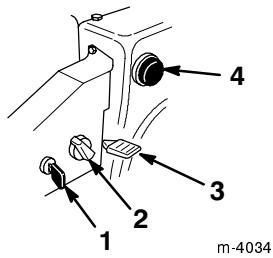

Figure 14
- **Clé de contact** (Fig. 14)—Insérez la clé dans le commutateur d'allumage avant de mettre le moteur en marche. Pour couper le moteur, retirez la clé de contact.
- **Starter** (Fig. 14)—Pour mettre en marche un moteur froid, tournez la commande de starter en position Maxi (Full). A mesure que le moteur se réchauffe, tournez progressivement le starter à la position *Off* (hors service).
- **Commande des gaz** (Fig. 14)—Déplacez la manette vers le haut pour augmenter le régime du moteur, ou vers le bas pour le réduire.
- **Amorceur** (Fig. 14)—Appuyez sur l'amorceur pour envoyer une petite quantité d'essence dans le moteur afin de faciliter le démarrage par temps froid.
2. Retirez la clé de contact du commutateur d'allumage (Fig. 14).
3. Enlevez le bouton de starter (Fig. 14).
1. Mettez le levier de changement de vitesse en position *N (point mort)* et le démarreur en position *Fast* (régime rapide) (Fig. 14).
4. Tournez le starter en position *On* (en service) (Fig. 14).
5. Insérez la clé de contact (Fig. 14).
6. Couvrez l'orifice central de l'amorceur (Fig. 14) avec le pouce et appuyez lentement sur l'amorceur à trois reprises, en marquant une pause à chaque fois.
8. Dès que le moteur a démarré, tournez le starter (Fig. 14) à la position 3/4. A mesure que le moteur se réchauffe, tournez le starter à la position 1/2. Quand le moteur est suffisamment chaud, tournez le starter à la position "Off" (hors service).